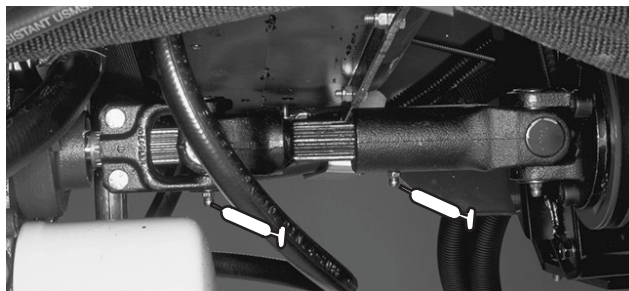
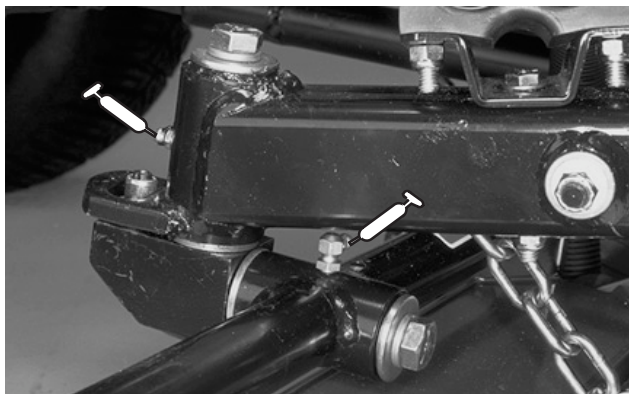

図 38
図 39
グリスアップ箇所を以下に列挙します： エンジンの駆動シャフト (3) (図38)； カuttingユニットのキャリア・フレームとピボット (各2) (図39)； 昇降アームのピボット (5)； 駆動シャフトのクラッチ (1) (図40)； 後アクスルのタイ・ロッド (2)； ステアリング・シリンダのボール・ジョイント (2)； アクスルのステアリング・ピボット (2)； 後アクスルのピボット (1) (図41)； トランスミッション部の走行コントロール・リンク (1) 駆動シャフトのサポートのベアリング (1)； 後アクスルの駆動シャフト (3) (図42)； ブレーキ・ペダル (1) (図43)； 昇降シリンダ (5) (図44)； ファンシャフト (図45)。